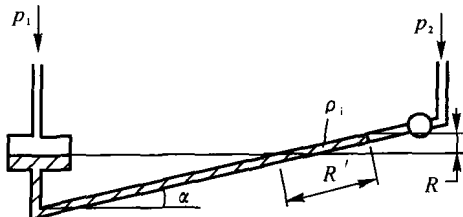

图1-3 倾斜压差计
(2) 倾斜压差计:被测流体压差较小时,读数 $R$ 很小,此时可采用倾斜压差计得到较为精确的读数 $R'$ ,如图1-3所示。若压差计的倾斜角度为 $\alpha$ ,则压差为